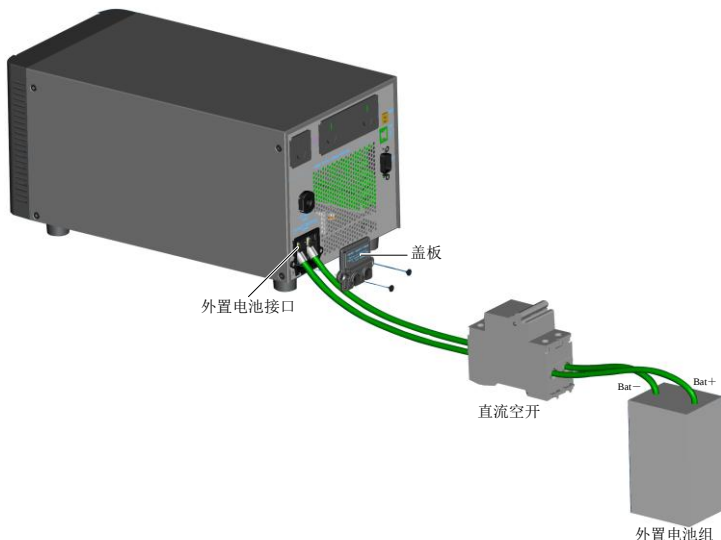

图2-5 电池电缆安装图
4. 拆下 UPS 后面板外置电池接口盖板，根据外置电池接口处标识的电池正、负极性正确连接电池电缆的 OT 端子，保证电池电缆可靠连接，并将接口盖板装回机箱，如图 2-5 所示。